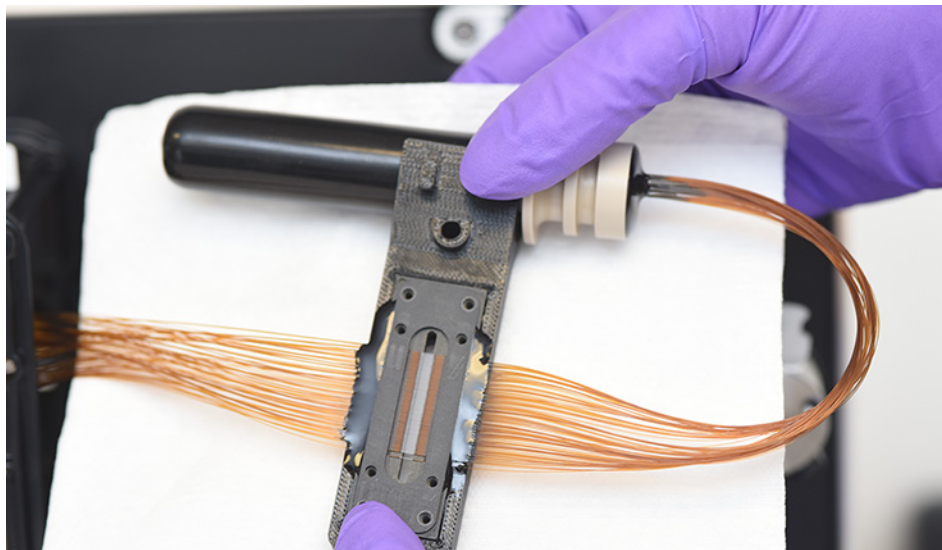

Figure 99 Fenêtre du capillary array avec un essuie-tout derrière
- 6 Placez un essuie-tout derrière la fenêtre du capillary array, comme illustré dans la **figure 99**.